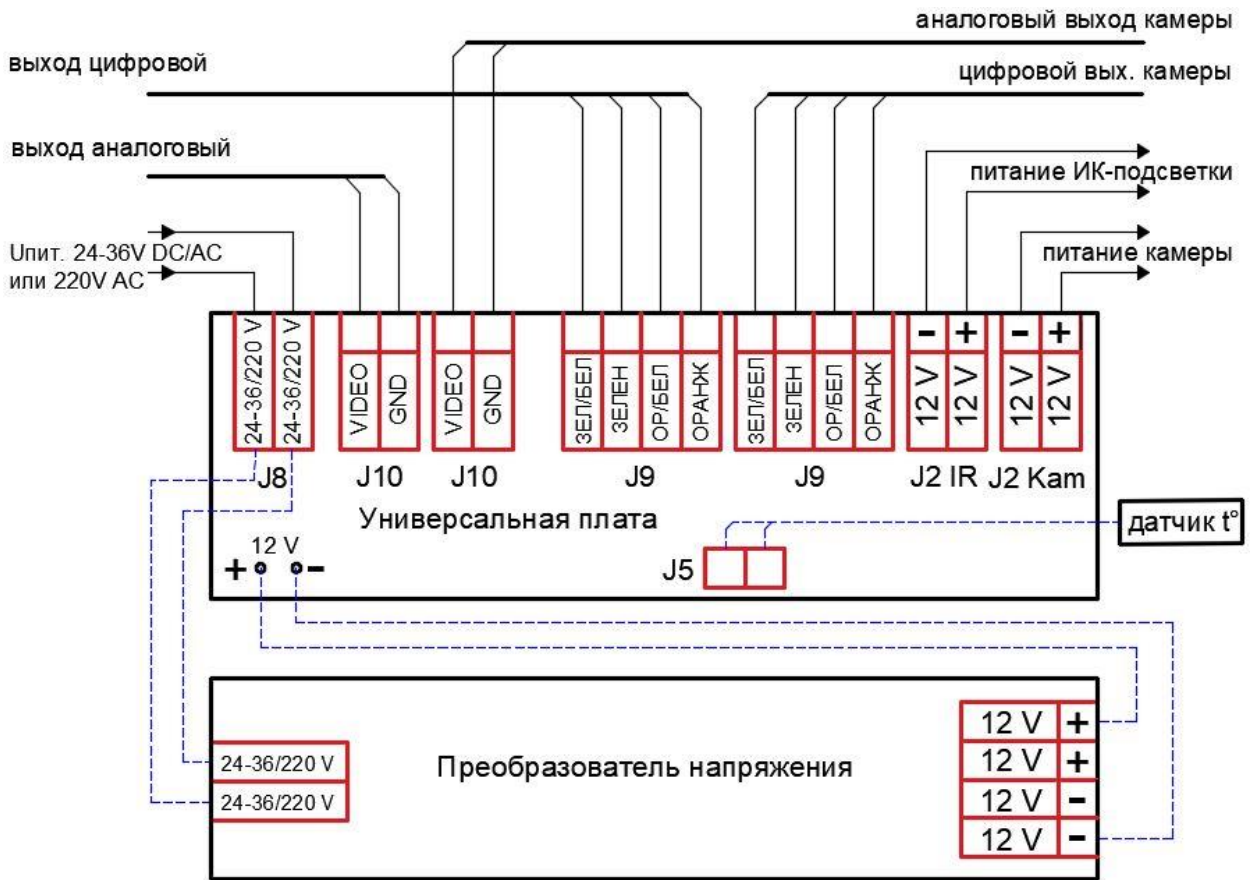
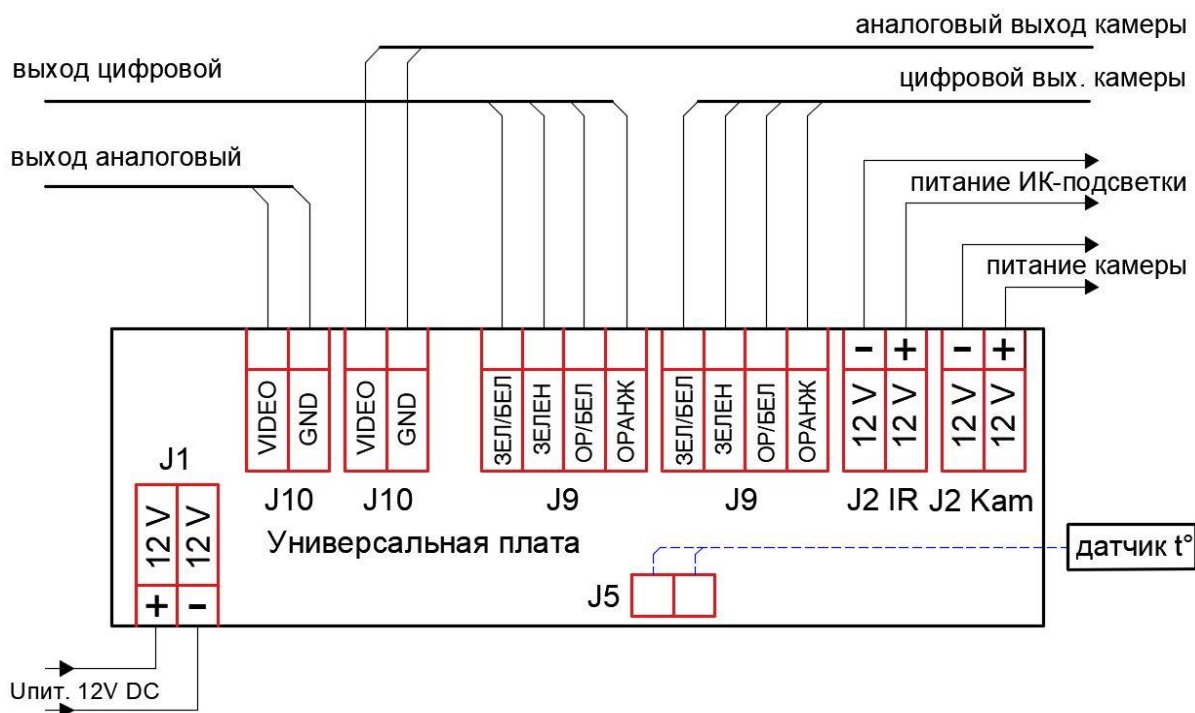

Рисунок 4.6 – Схема подключения термокожуха с напряжением питания 24–36 постоянно-го/переменного или 220 В переменного тока
Рисунок 4.7 – Схема подключения термокожуха с напряжением питания 12 В постоянного тока
4.6.7 Подключите видеокамеру к электронной плате согласно схеме подключения (рис. 4.6, рис.4.7);
4.6.8 Через кабельные вводы заведите питающий и сигнальный кабели, подключите к универсальной плате (рис. 4.6, рис.4.7);